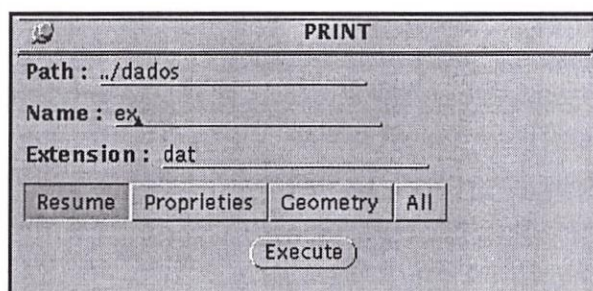

Figura 1.8: Salvar os dados do modelo
- *Print*: por esta opção pode se salvar os dados do modelo de quatro maneiras diferentes, como mostra a figura 1.8.
Para selecioná-lo é necessário que o usuário de um clique com o botão direito do *mouse* sob o *Print*. Para salvar é necessário o diretório (tomando cuidado semelhante ao tomado em *Load*), nome para o arquivo, extensão e escolher uma das quatro opções, como mostra a figura 1.8.